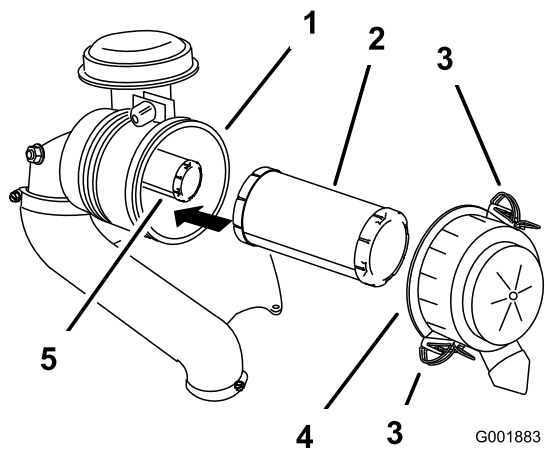

Bild 29
3. Lösen Sie die Riegel am Luftfilter und ziehen Sie die Abdeckung von der Luftfilterabdeckung ab (Bild 29).
- Schieben Sie den Hauptfilter vorsichtig aus dem Luftfiltergehäuse heraus (Bild 29).
- Wenn Sie den Sicherheitsfilter auswechseln, schieben Sie ihn vorsichtig in das Filtergehäuse (Bild 29).
- Schieben Sie den Hauptluftfilter vorsichtig auf den Sicherheitsluftfilter (Bild 29).
- Bringen Sie die Luftfilterabdeckung so an, dass die Seite mit **Up** nach oben zeigt, und rasten Sie die Riegel ein (Bild 29).